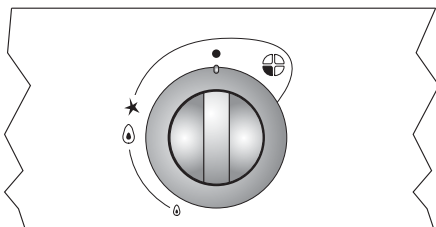

Fig. 1
1. Partiendo de la posición CERRADO (0) oprima y gire en sentido antihorario la perilla correspondiente al quemador seleccionado hasta la posición MÁXIMO (☉).
2. Anafe con Encendido Electrónico instantáneo "a una mano" (Fig. 1): mantenga presionada la perilla durante el encendido del quemador y sosténgala unos segundos más para que el calor de la llama active la válvula de seguridad.